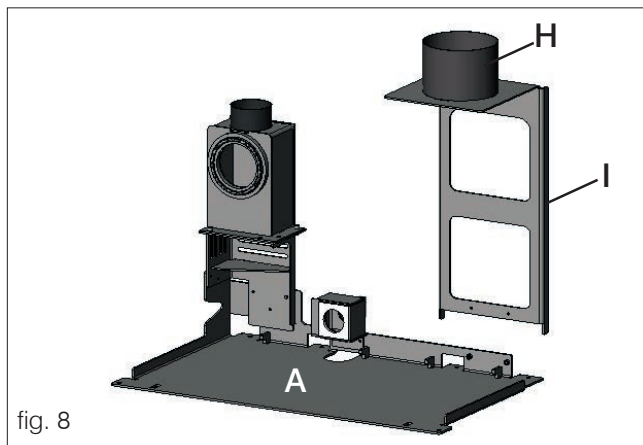
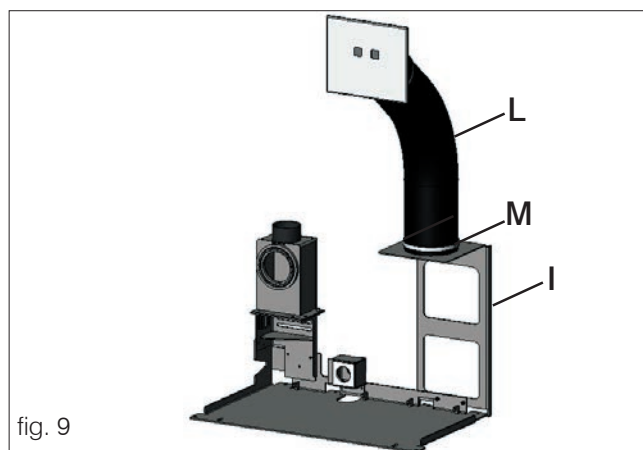

fig. 8
fig. 9
- Installare sulla piastra di base (A) la staffa di centraggio del tubo carico pellet (I - fig. 8).
- Calzare il tubo di carico pellet (L - fig. 9) sul collare della staffa (H - fig. 8) fissandolo con la fascetta in dotazione (M - fig. 8).